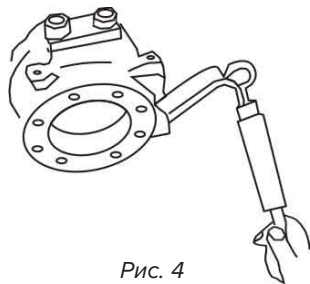

Рис. 4
8. Затяжкой гаек [5] обеспечьте усилие поворота относительно шкворней в любую сторону. Оно должно составлять 3,2 - 6 кг для штатных колес, 5-7 кг для колес увеличенного диаметра (рис. 4). Усилие проверяется безменом.